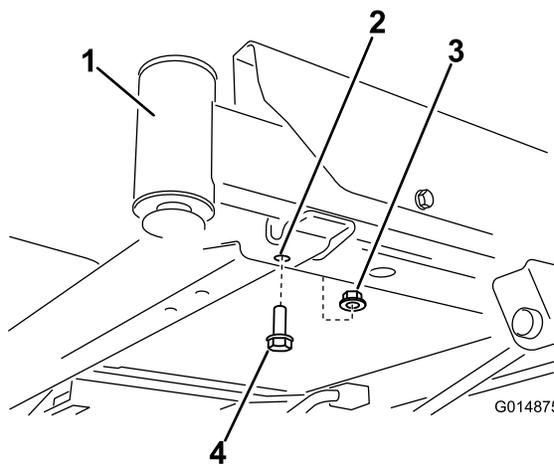

Figure 3
2. Localisez les boulons avant sur le dessous du bâti (Figure 3 et Figure 4). Retirez les deux boulons (3/8 x 1 pouce) et les deux contre-écrous (3/8 pouce). Conservez les contre-écrous.